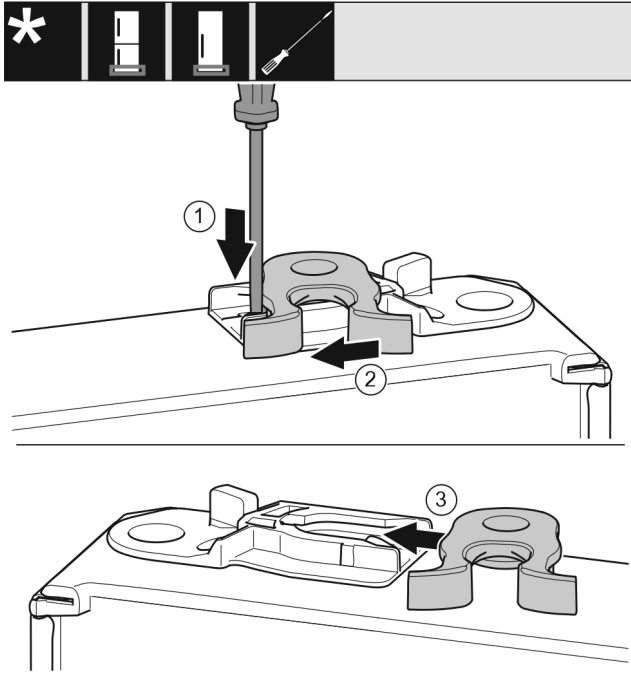

Fig. 17
- Lasche Fig. 17 (1) mit Schlitzschraubendreher nach unten drücken.
- Schließhaken Fig. 17 (2) aus Führung ziehen.
- Schließhaken Fig. 17 (3) auf anderer Seite in Führung schieben.